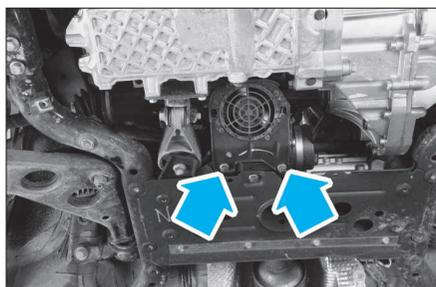

FIG. 8
- le ventilateur de refroidissement de pompe de direction assistée (Fig.8) (uniquement sur Cooper S).